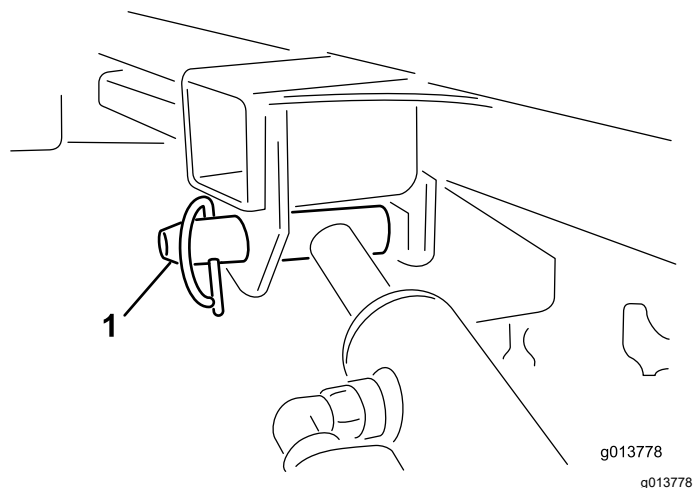

Рисунок 54
11. Удерживайте подъемный цилиндр одной рукой. Другой рукой извлеките стопорный штифт, фиксирующий цилиндр (Рисунок 54).